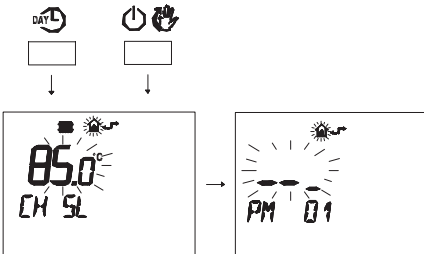

Fig. 5.75
- Premere contemporaneamente i pulsanti DAYL e P per entrare nella programmazione trasparente (Fig. 5.75).